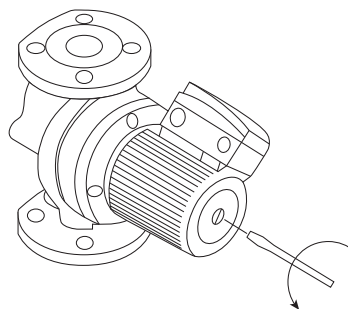

Рисунок 3.
- Для удаления воздуха из насоса выкрутите выпускной винт (рисунок 3);
При правильном монтаже насос не требует обслуживания во время эксплуатации. При длительном перерыве в работе насоса перед очередным запуском необходимо убедиться, что не произошло блокирование вала отложениями извести или другими механическими примесями. При продолжительном простое периодически проворачивайте вал, во избежание его блокировки (отвинтите контрольный винт (рис. 3), с помощью плоской отвертки проверните вал мотора, затем завинтите контрольный винт.
**ВНИМАНИЕ!** При необходимости вывинчивания контрольного винта (рис. 3) нужно перед этой операцией удостовериться, что выходящая в результате жидкость не нанесет вреда людям или не станет причиной повреждения компонентов насоса.
- выкрутить выпускной винт (рис. 3);